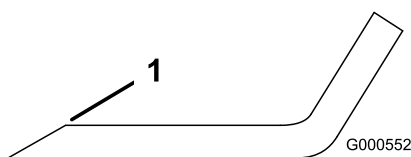

Figura 77
1. Folosii o pilă pentru a ascui marginea de tăiere la ambele capete ale lamei (Figura 77).
**Notă:** Dacă lama nu este echilibrată, piliți numai din capătul suprafeței velice (Figura 77).